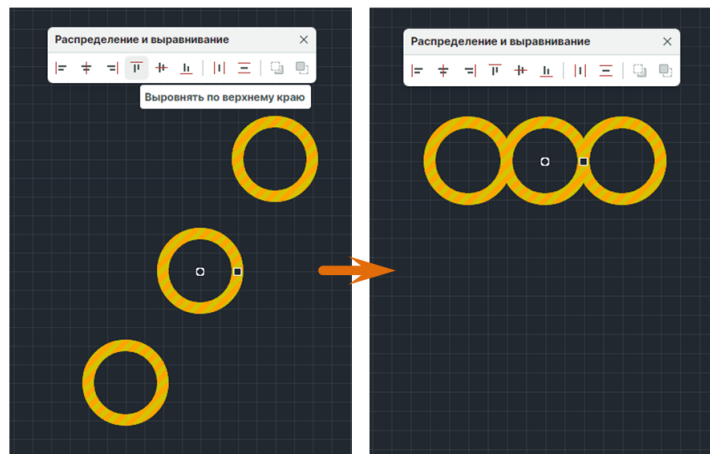

Рис. 397 Выравнивание по верхнему краю
2. На панели «Распределение и выравнивание» выберите инструмент «Выровнять по верхнему краю», который обозначен иконкой , см. Рис. 397.